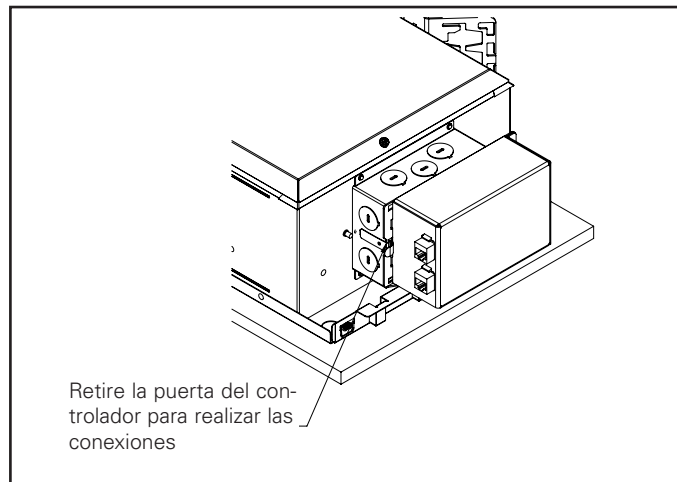

Figura 8
1. Retire la cubierta exterior de la caja de conexiones, Figura 8 (controlador unido a la cubierta).
1. Retire la puerta exterior de la caja de conexiones. Conecte los cables de alimentación y los cables de atenuación/control apropiados según se especifica en los diagramas de cableado y de acuerdo con los códigos eléctricos locales o N.E.C. (consulte la Figura 8).